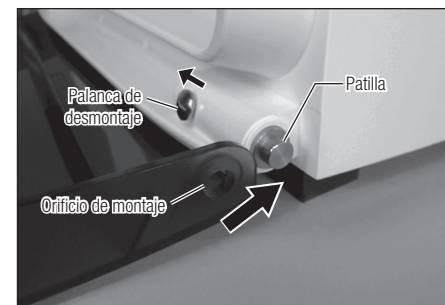

Fig. 24
- 2) Alinee el orificio de montaje en el lado derecho de la puerta con la patilla mientras tira de la palanca de desmontaje. Suelte la palanca de desmontaje. Un "clic" indicará que la puerta está montada de forma segura (Fig. 24).